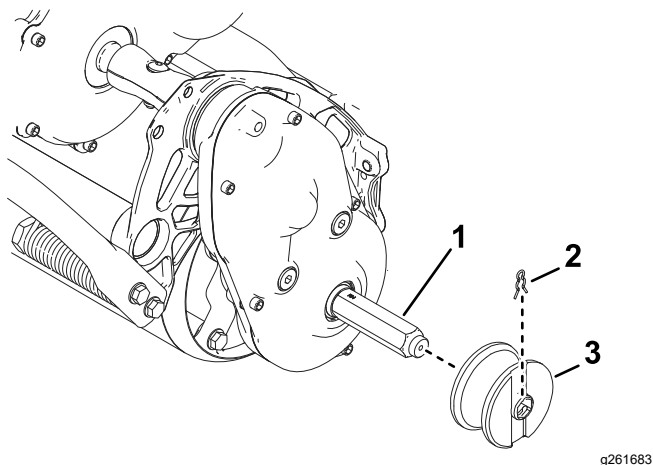

Figura 29
- **Kit de raíl:** Instale las ruedas de raíl en los ejes hexagonales (Figura 29).